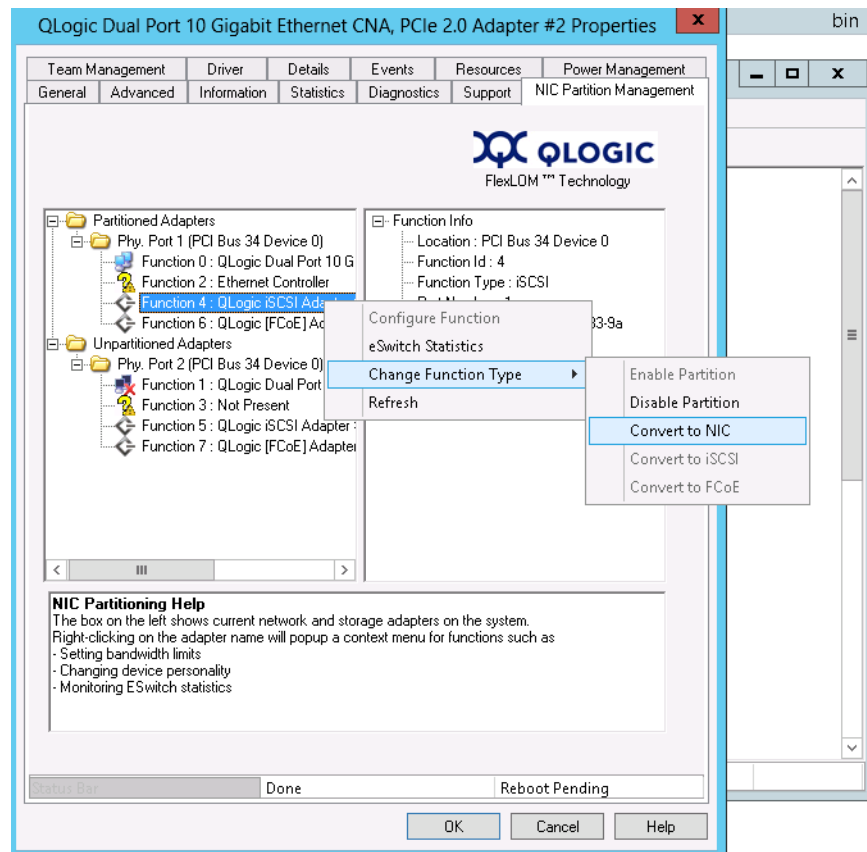

Abbildung 4-28. Umwandeln in NIC über das Kontextmenü
3. Klicken Sie auf der Registerkarte der NIC Partitionsverwaltung mit der rechten Maustaste auf eine der aktivierten Funktionen, und wählen Sie im Kontextmenü **Change Function Type** (Funktionstyp ändern) und dann **Convert to <Protocol>** (In <Protokoll> umwandeln) aus (siehe Abbildung 4-28).